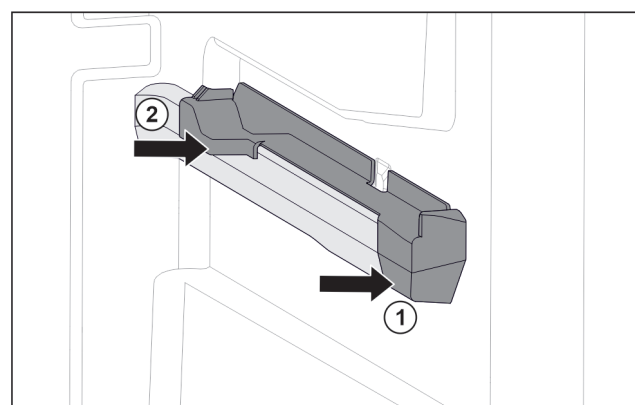

Fig. 79 Pieza de acoplamiento en la nervadura para recipientes derecha
- Coloque la pieza de acoplamiento delante en la nervadura para recipientes. Fig. 79 (1)
- Presione la pieza de acoplamiento por detrás. Fig. 79 (2)